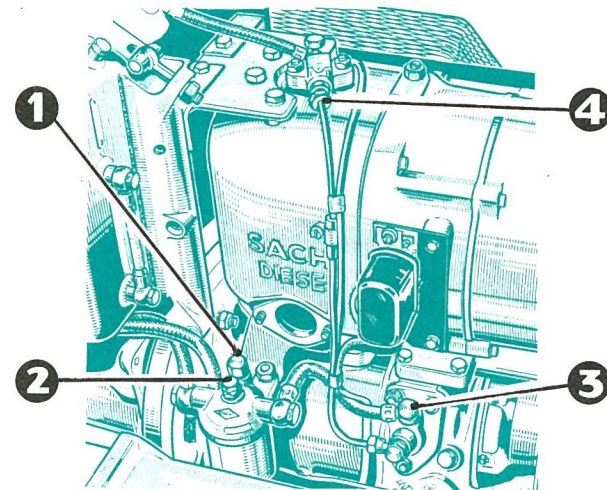

FIG. 7 DISPOSITIF DE PURGE D'AIR - 1 & 2 - vis de purge du filtre.- 3 - vis creuse de raccord d'arrivée de combustible à la pompe.- 4 - raccord haute pression.-
- desserrer d'un tour la vis de purge (rep. 1 - FIG. 7) disposée à la partie supérieure du filtre (vis légèrement excentrée par rapport au couvercle). Resserrer cette vis lorsque le combustible sort sans bulle d'air.
- desserrer d'un tour la vis (rep. 2 - FIG. 7), puis la resserrer également, lorsque le combustible sort sans bulle d'air.
- débloquer la vis creuse (rep. 3 - FIG. 7) de la tuyauterie d'amenée du combustible à la pompe d'injection, puis la resserrer lorsque le combustible ne décèle plus la présence d'air.
- desserrer d'un tour, l'écrou de raccordement (rep. 4 - FIG. 7) entre l'injecteur et la canalisation haute pression du combustible. Faire effectuer plusieurs révolutions au vilebrequin moteur, tout en poussant dans le sens de la flèche **F** sur la manette (rep. 1 - FIG. 8). Dès que le combustible sort de la canalisation haute pression
resserrer l'écrou de raccordement (rep. 4 - FIG. 7)